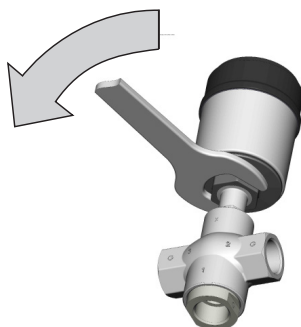

Figura 5: Virar o acionamento
▶ Virar o acionamento apenas no sentido especificado (veja “Figura 5”).